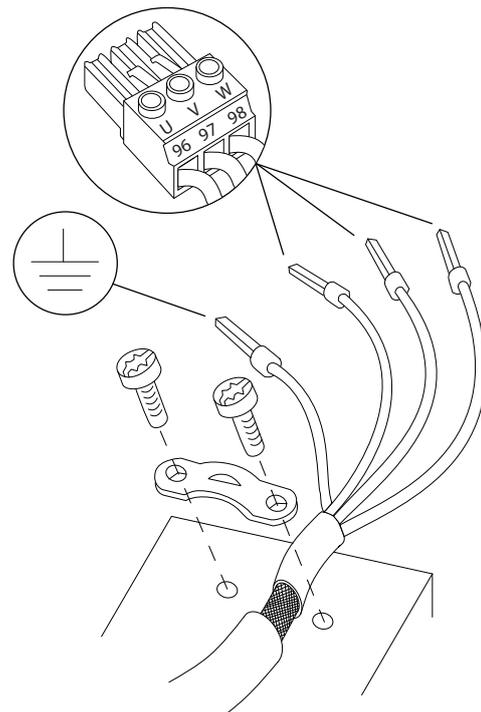

Ilustración 4.4 Conexión del motor
3. Conecte el cable de toma a tierra al terminal de conexión a tierra más cercano, según las instrucciones de conexión a tierra del capítulo 4.3 *Toma de tierra*. Consulte la *Ilustración 4.4*.
4. Conecte el cableado del motor trifásico a los terminales 96 (U), 97 (V) y 98 (W), consulte *Ilustración 4.4*.